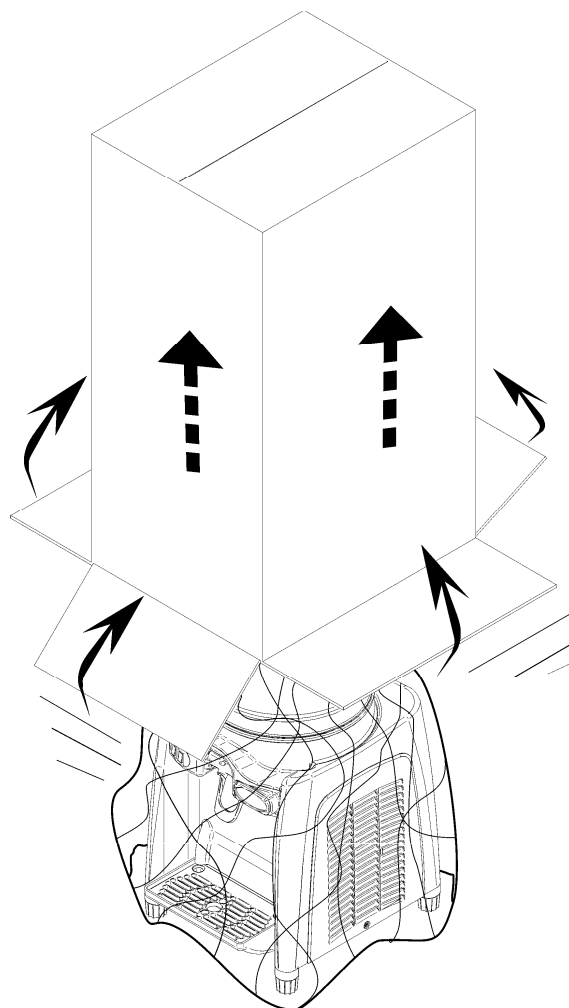
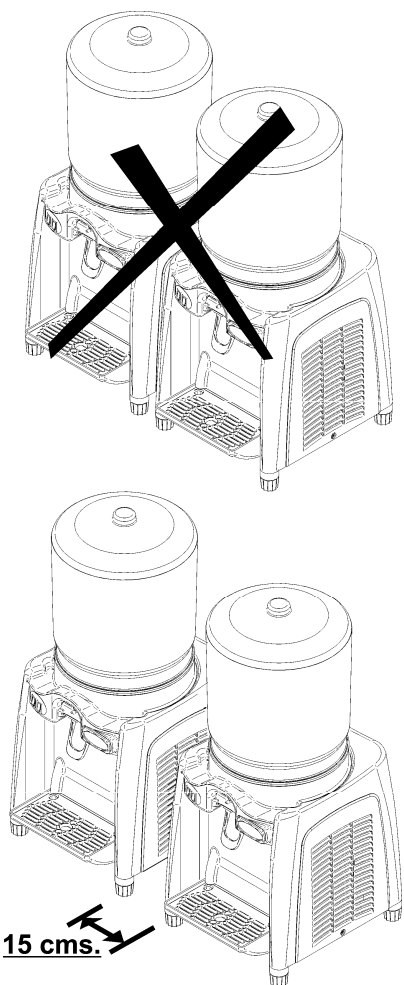

Figure 1
Figure 2
1. Enlevez l'emballage (voir Fig. 1). Placez la machine à l'endroit où vous désirez l'installer en vous assurant que l'espace disponible tout autour soit suffisant pour permettre une bonne ventilation; aucune autre machine ne doit se trouver à moins de 20 cm.(voir Fig. 2).